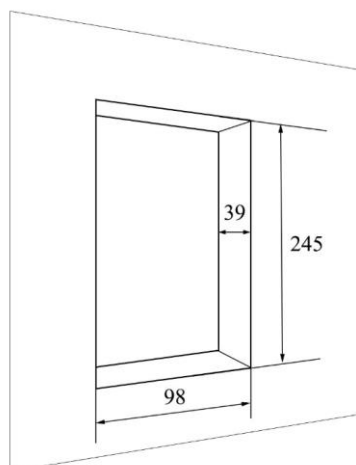

Рисунок 2 – Отверстие для врезного монтажа
- 2.2.1. Вырезать в листовом металле отверстие (В×Ш = 245×98 мм). Убедиться, что для установки короба свободно не менее 39 мм глубины (рисунок 2).
- 2.3.1. В месте установки крепления вырезать углубление с параметрами: $B \times Ш \times Г = 245 \times 98 \times 39$ мм (рисунок 2).